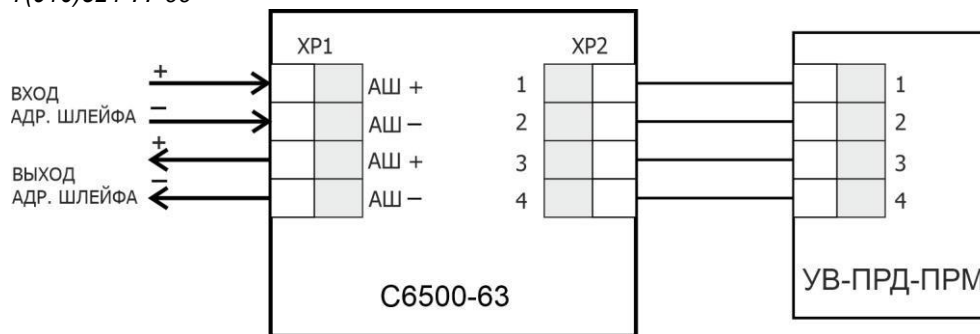

Рисунок 10
3.7.2 Извещатель к началу юстировки должен быть надёжно закреплён на месте установки, полностью смонтирован в систему пожарной сигнализации в соответствии со схемой подключения (рисунок 10). При использовании экранированного кабеля следует соединить экран кабеля обеспечивая его непрерывность. Движки DIP-переключателя приёмопередатчика должны быть установлены в соответствии с выбранной тактикой работы (см. табл. 2). 3.7.3 Юстировку извещателя можно выполнять без внесения его в конфигурацию прибора. Если извещатель внесён в конфигурацию прибора, то включение режима юстировки в извещателе будет сопровождаться формированием сигнала «Неисправность» с указанием полного адреса извещателя.